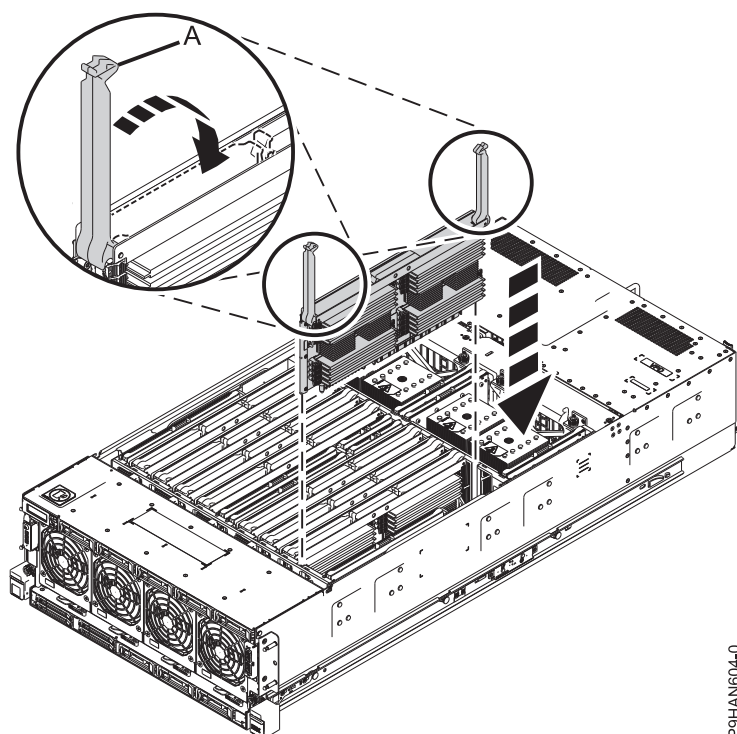

Figura 18. Inserción de una tarjeta de expansión de memoria
- a. Asegúrese de que los pestillos de liberación (**A**) estén completamente abiertos en un ángulo de 90 grados como se muestra en la Figura 18.